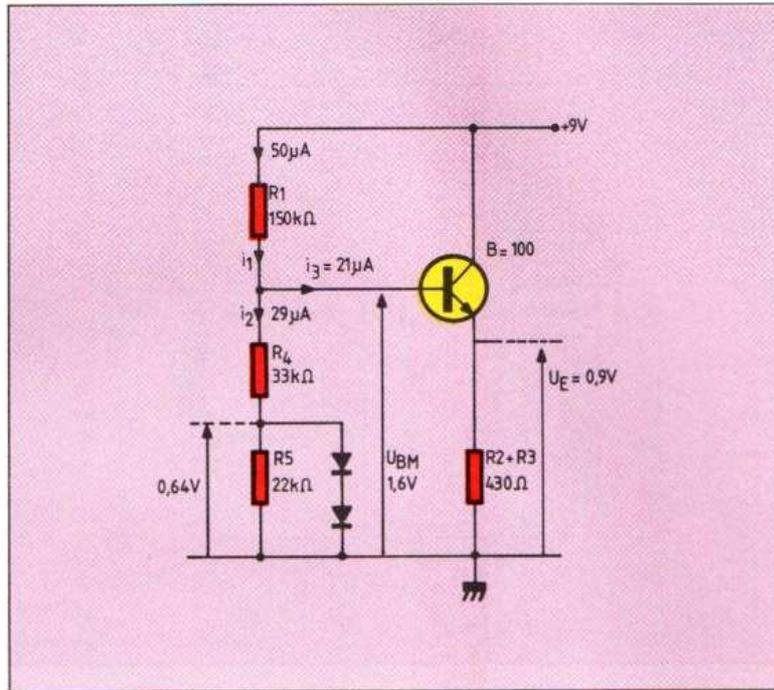

Fig. 14. - Résultat du calcul des tensions et intensités continues décrivant le fonctionnement du montage de la figure 13.
**Calcul des tensions.** La figure 14 montre le résultat d'une analyse des tensions continues du montage. On suppose le gain en courant statique du transistor égal à  $B = 100$ . La méthode des nœuds et des mailles permet d'écrire les équations.